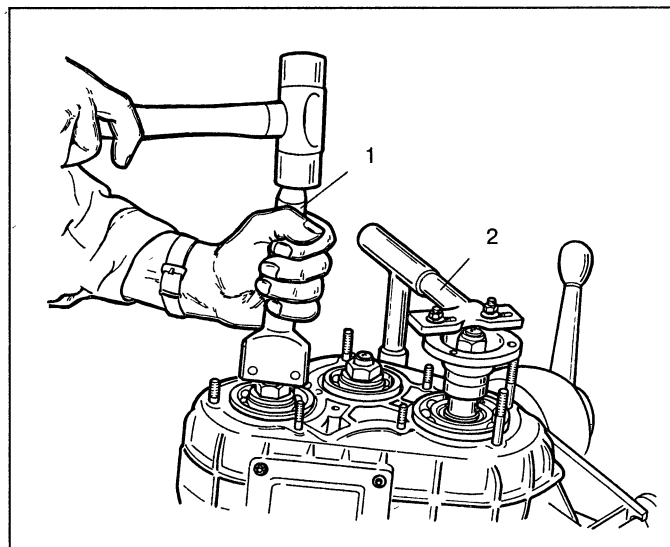

Рис. 3-46. Обжатие гайки крепления фланца вала привода заднего моста: 1 – оправка 67.7820.9520; 2 – фиксатор фланца
- при обжати гаек валов раздаточной коробки пользуйтесь оправкой 67.7820.9520 (рис. 3-46).